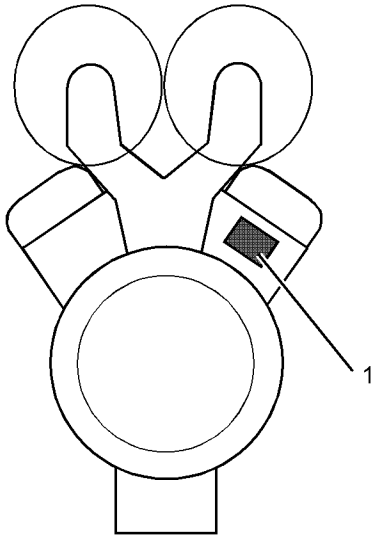

Abbildung 24
Das Seriennummerschild (1) bei einem V-Motor befindet sich auf der Rückseite des Zylinderblocks (Reihe A). Siehe Abbildung 24 .